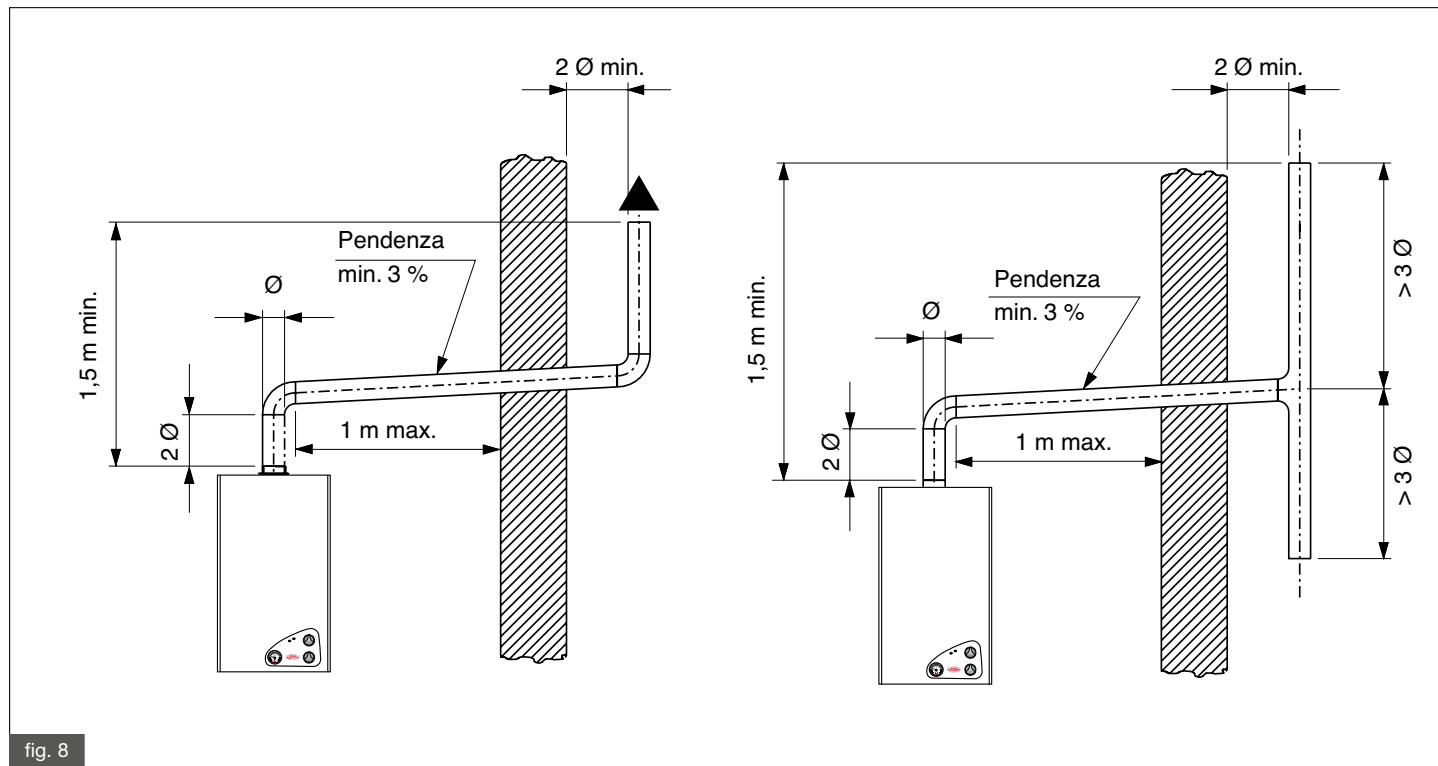

fig. 8
- il terminale di tiraggio deve sovrastare almeno 1,5 metri l'attacco del condotto di scarico sulla caldaia (vedi fig. 8).